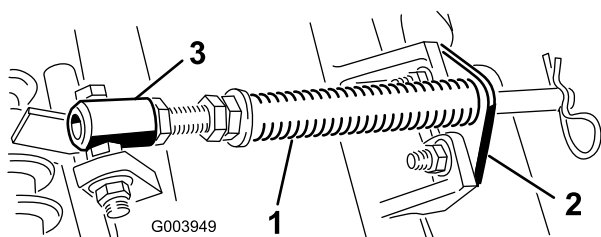

Figura 5
A. Togliete i due bulloni a testa tonda e i dadi che fissano la staffa dell'asta alle alette degli elementi di taglio (Figura 5).
B. Togliete il dado flangiato che fissa la vite a testa cilindrica del tubo della molla all'aletta del telaio portante (Figura 5) e togliete il complessivo.